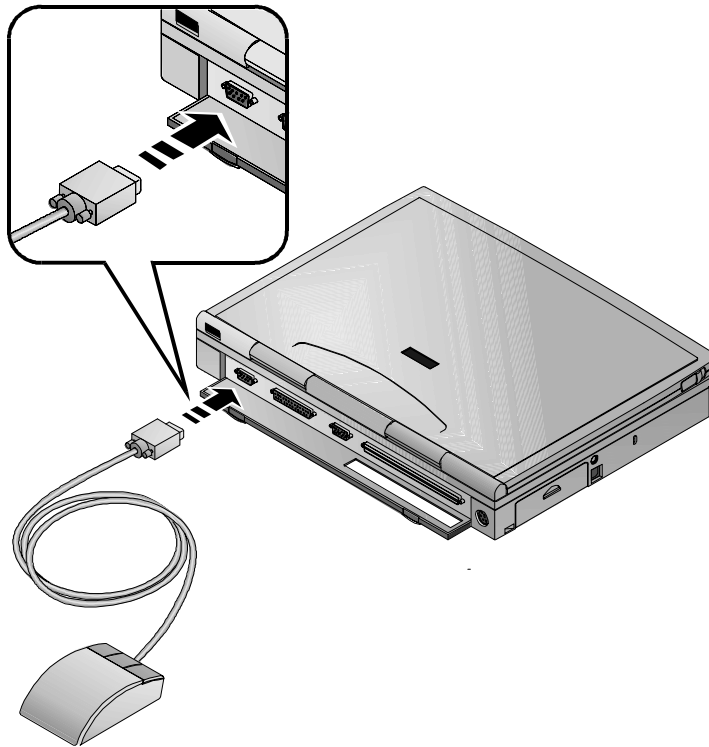

Figura 4-3: Collegamento di un mouse seriale
1. Collegare il cavo del mouse alla porta seriale sul retro del notebook (figura 4-3)